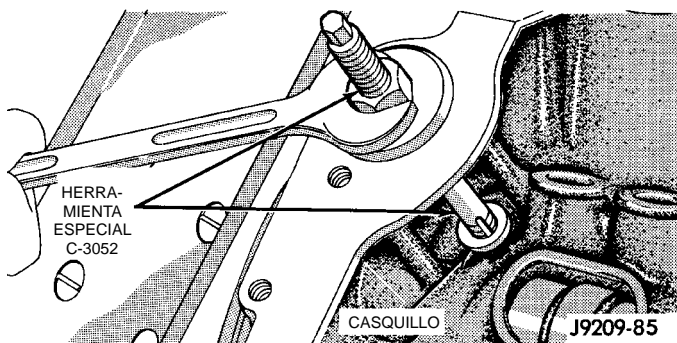

Fig. 33 Desmontaje del casquillo del eje de transmisión del distribuidor
(1) Retire el distribuidor. Para informarse sobre el procedimiento apropiado, consulte el Grupo 8D, Sistema de encendido.
(2) Retire el tubo múltiple de admisión (consulte el Grupo 11, Sistema de escape y tubo múltiple de admisión).
(3) Inserte la Herramienta extractora de casquillos del eje de transmisión del distribuidor C-3052 en el casquillo usado y enrosque hacia abajo hasta lograr un ajuste perfecto (Fig. 33).
(4) Sostenga el tornillo del extractor y apriete la tuerca del extractor hasta retirar el casquillo.